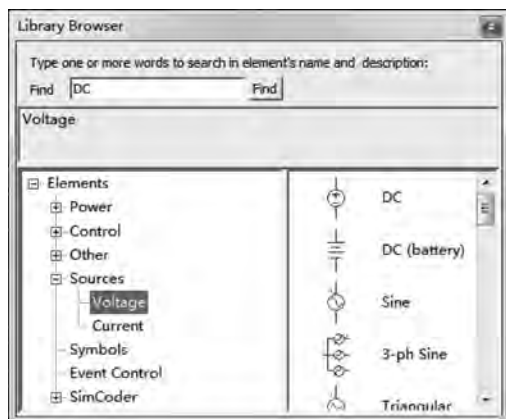

图 3-1 PSIM 元件库浏览器
(1) 第一种方式是选择“View→Library Browser”菜单项或单击工具栏快捷图标,打开元件库浏览器进行元件模型查找,如图 3-1 所示。